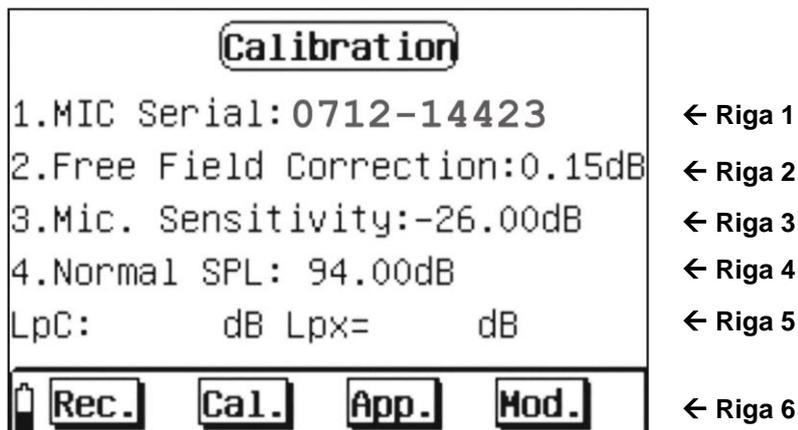

Fig. 35: Videata iniziale sezione calibrazione
2. Selezionare con i tasti “◀” o “▶” l'icona “**Calibrate**” e confermare con il tasto “↔” per entrare nella modalità di calibrazione (vedere Fig. 35)
6. Selezionare l'opzione "Cal." sullo strumento (vedere Fig. 35) e premere il tasto "←" per attivare la calibrazione che ha una durata di 10s